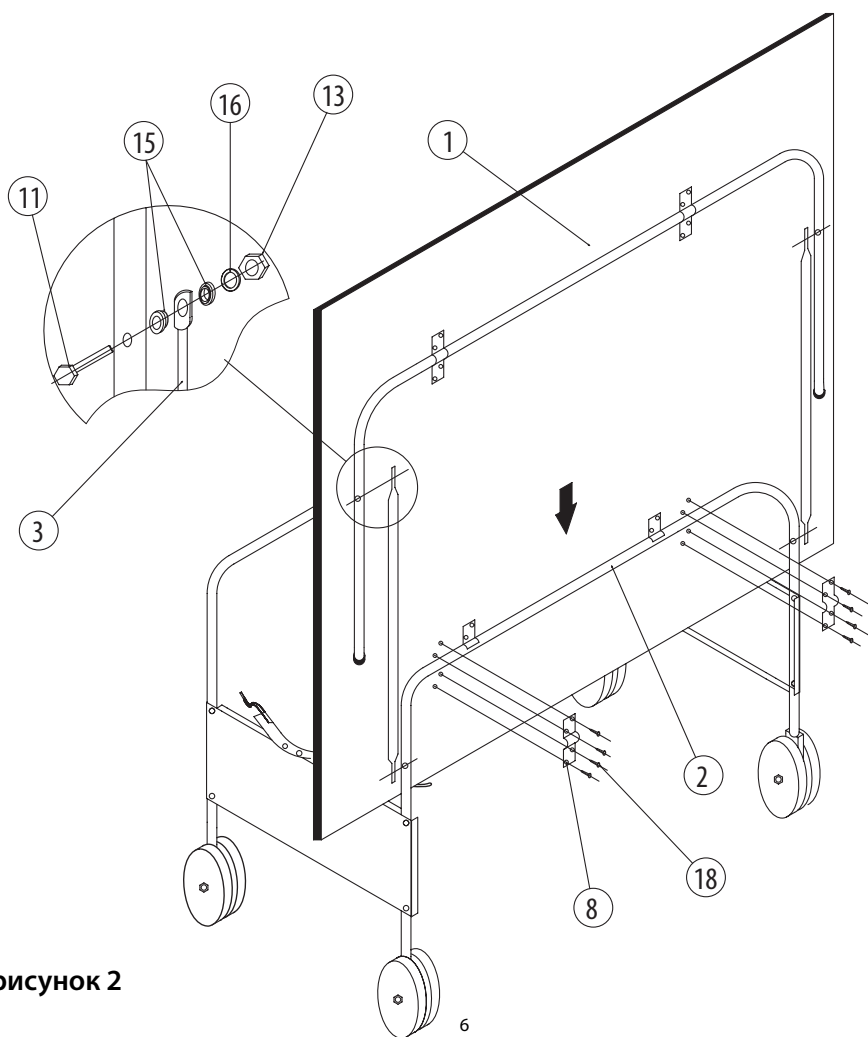

рисунок 2
#### 5.4 Крепление столешниц к тележке (рисунок 2):
5.6 Прикрепить все тяги (3) одними концами к ножкам опоры неподвижной, другим – к ножкам опоры подвижной (2) (рисунок 2).